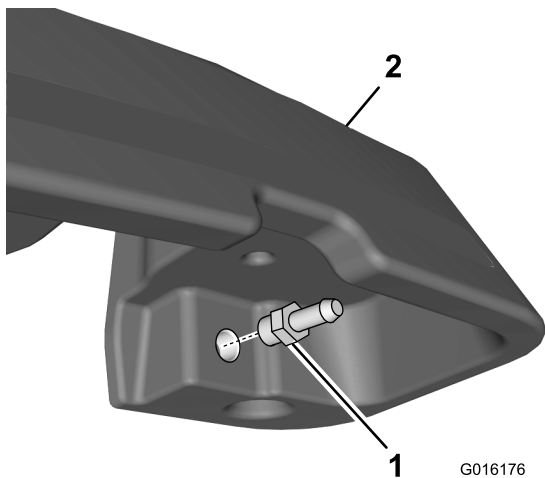

図 6
21. リークディテクタタンクの底部にある開口部にストレート油圧フィッティングを取り付ける（図 6）。